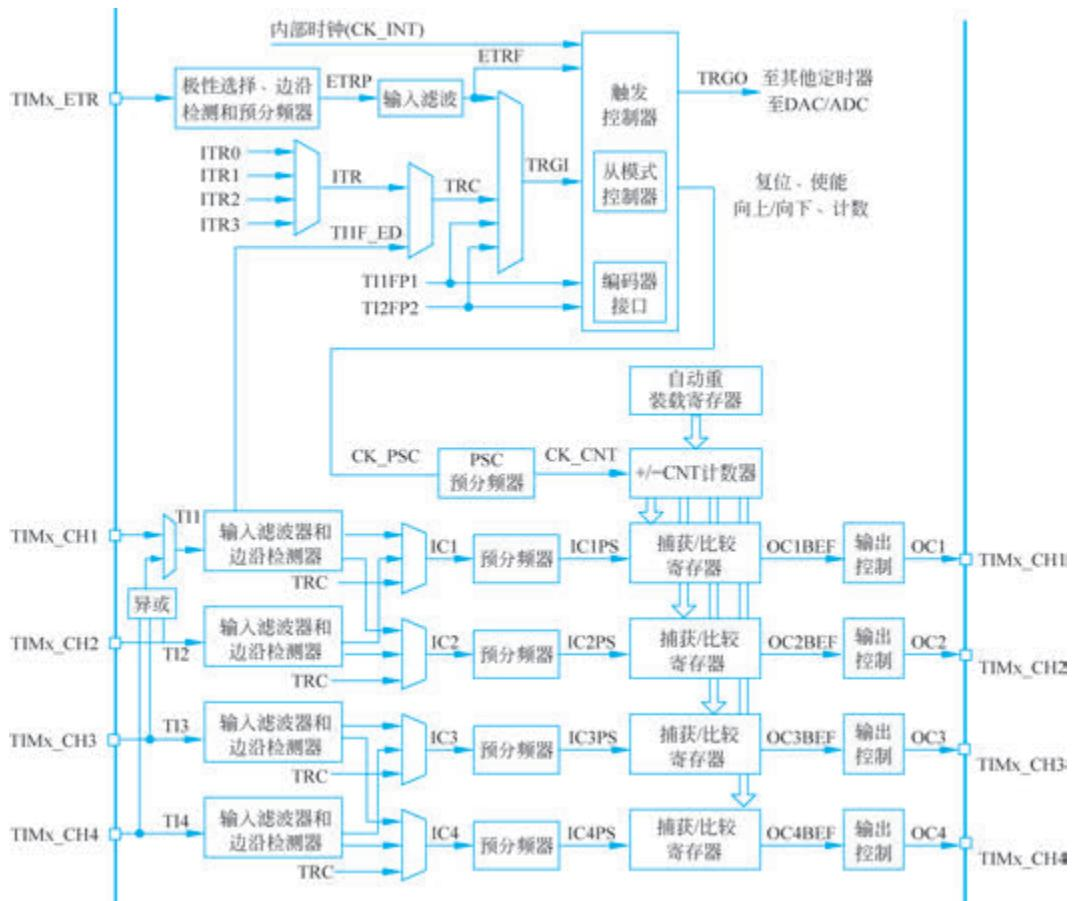

图 5.4.2 通用定时器原理框图
通用定时器的原理框图如图 5.4.2 所示。与基本定时器相比, 通用定时器增加了以下功能。
(1) 通用定时器有多个时钟源：内部时钟源 CK_INT，该时钟源与基本定时器相同；外部输入引脚 TI_x，就是图 5.4.2 中的 TI₁~TI₄，TI_x 引脚的上升沿或者下降沿可以产生计数时钟；外部触发输入 TIM_x_ETR，通过极性选择、边沿检测和预分频后可以作为时钟；内部触发输入 ITR_x，就是图 5.4.2 中的 ITR₀、ITR₁、ITR₂、ITR₃。利用该时钟源可以实现一个定时器作为另一个定时器的预分频器，从而大大延长定时时间。
(2) 增加了捕获/比较寄存器 TIM_x_CCR。在脉冲输入时，TIM_x_CCR 用于捕获(存储)在输入脉冲电平翻转时计数器 TIM_x_CNT 的当前计数值，从而实现脉冲的频率测量或者脉宽测量。在产生脉冲时，TIM_x_CCR 用于存储一个脉冲数值，把这个数值与计数器 TIM_x_CNT 的当前计数值进行比较，根据比较结果进行不同的电平输出。